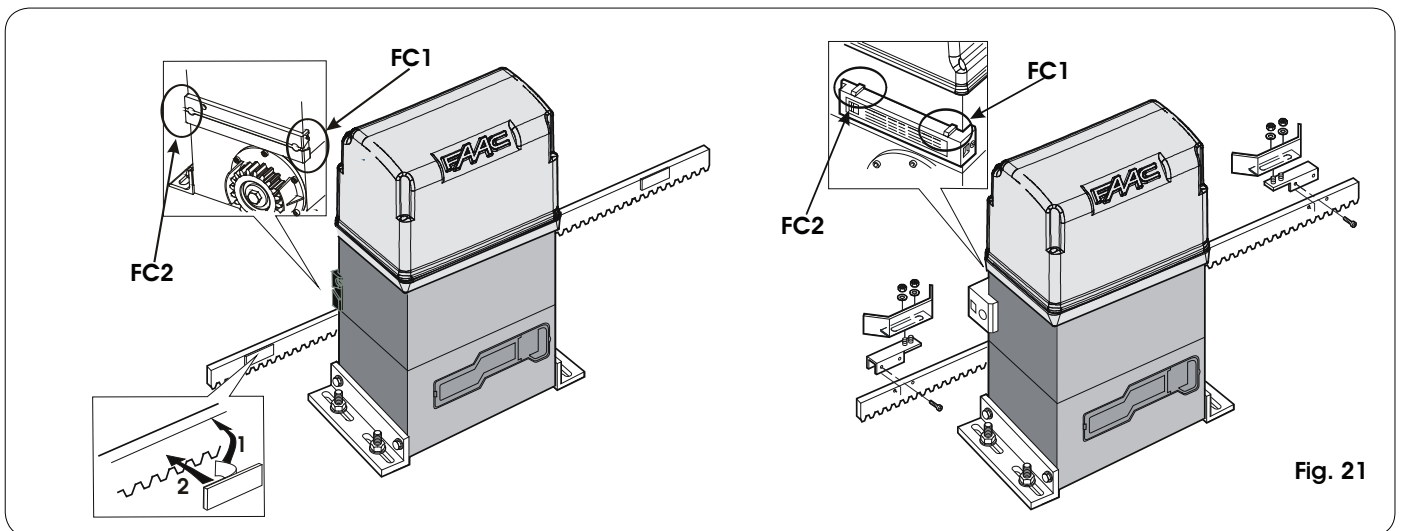

Fig. 21
- Déverrouiller l'opérateur et, en faisant coulisser le portail manuellement, vérifier le fonctionnement des fins de course en contrôlant les Leds d'état des entrées (voir par. 6.1.). En regardant le portail du côté où est installé l'opérateur, la Led FC1 doit s'éteindre lorsque la position d'arrêt du mouvement de gauche à droite est atteinte et FC2 doit s'éteindre lorsque la position d'arrêt du mouvement de droite à gauche est atteinte (voir également fig. 21).